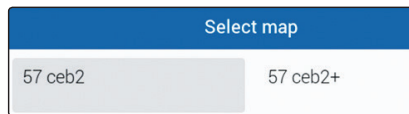

Fig. 232
- Välj en karta från listan (Fig. 232).